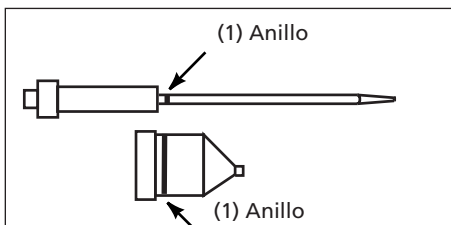

Figura 2 Juego de aguja y boquilla para materiales claros
2. La aguja y boquilla para materiales claros tienen un solo anillo grabado como se muestra en la figura 2.